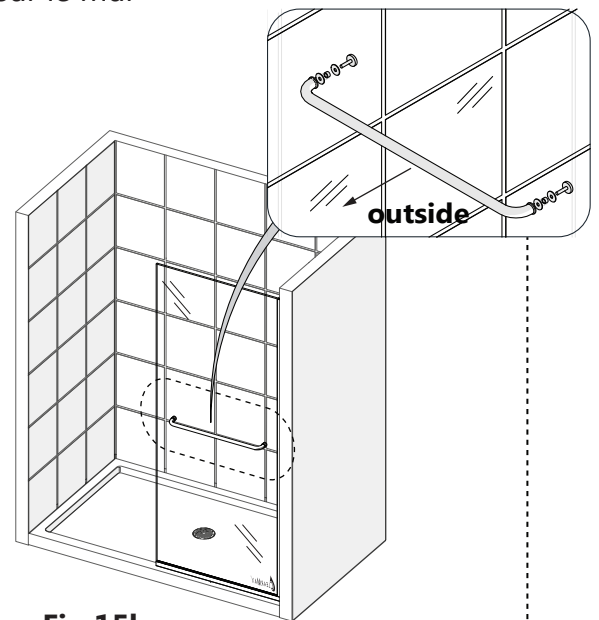

Fig 15b
- Installez **l'ensemble porte-serviettes (n° 05)**, en vous assurant que tous les joints en vinyle sont présents pour empêcher le contact verre-métal, comme illustré à la Fig. 15b.